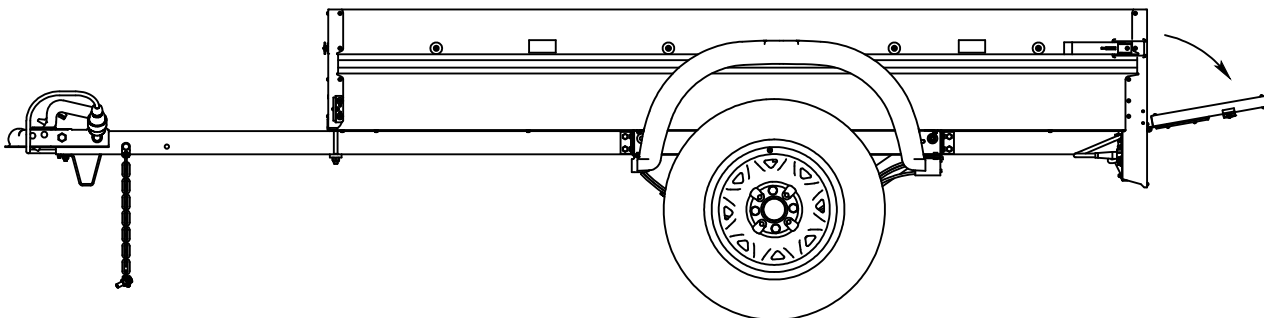

Рис.1
5.1. Откройте и откиньте задний борт прицепа (рис.1).